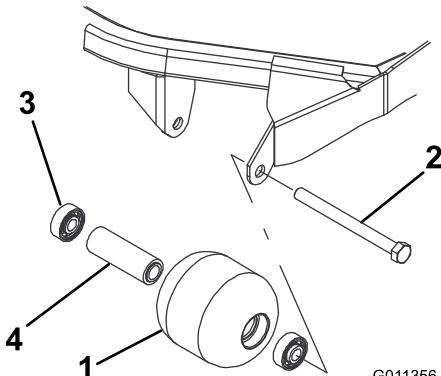

Figura 71
1. Retire el perno de montaje del rodillo (Figura 71).
4. Inspeccione el alojamiento del rodillo, los cojinetes, y el espaciador del cojinete (Figura 71). Sustituya cualquier componente dañado y vuelva a ensamblar el conjunto.
1. Introduzca a presión el primer cojinete en el alojamiento del rodillo (Figura 71). Haga presión solamente sobre el anillo de rodadura exterior, o de forma igual sobre el anillo exterior y el interior.
2. Introduzca el espaciador (Figura 71).
3. Introduzca a presión el segundo cojinete en el alojamiento del rodillo (Figura 71) haciendo presión igualmente sobre el anillo de rodadura interior y el exterior hasta que el anillo de rodadura interior entre en contacto con el espaciador.